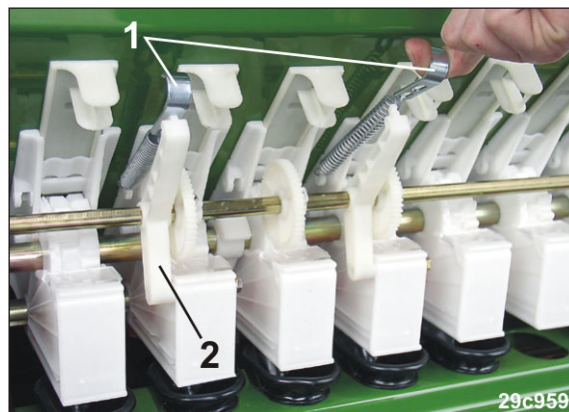

Fig. 121
2. Îndepărtați arcurile de tracțiune (Fig. 121/1) ale lagărelor arborelui intermediar (Fig. 121/2).